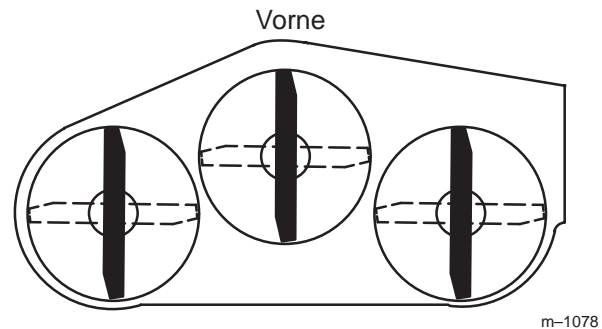

Bild 11
1. Drehen Sie die Messer, bis die Enden vorne und hinten stehen (Bild 11). Messen Sie von einer ebenen Fläche bis zu den Schnittkanten des Messers (Bild 12). Zeichnen Sie diese Maße auf.